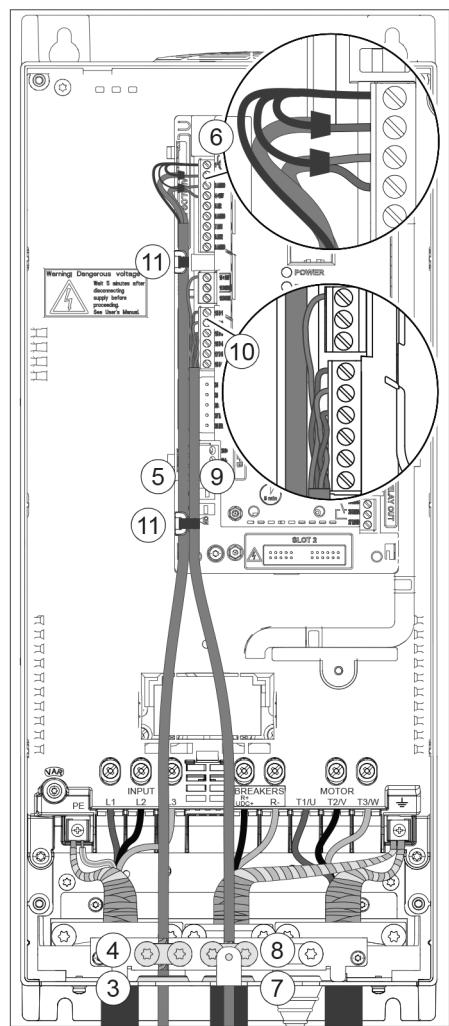

Abb. 10
- Das/die Steuerkabel einführen und die Kabelschelle/n 8)(Abb. 10) festziehen.
- Die spiralförmig verdrillte Erdungsabschirmung 9)(Abb. 10) für die Kabel der Digital- und Analog-E/A wird an X1-1 angeschlossen.
- Die einzelnen Leiter der Steuerkabel abisolieren und an die entsprechenden Klemmen des Frequenzumrichters 10)(Abb. 10) anschließen.